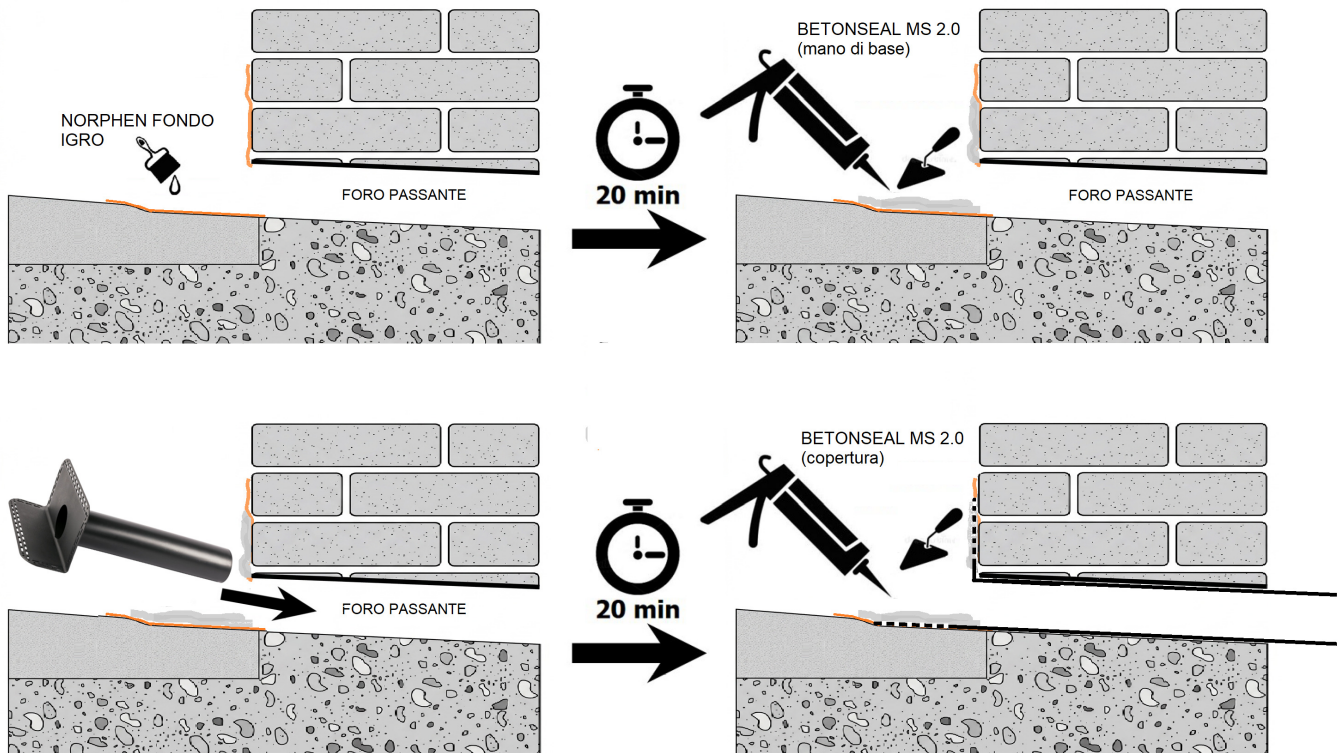

Fig. 3: installazione della bocchetta e sigillatura
► Posa e sigillatura della bocchetta (vedi Fig. 3)